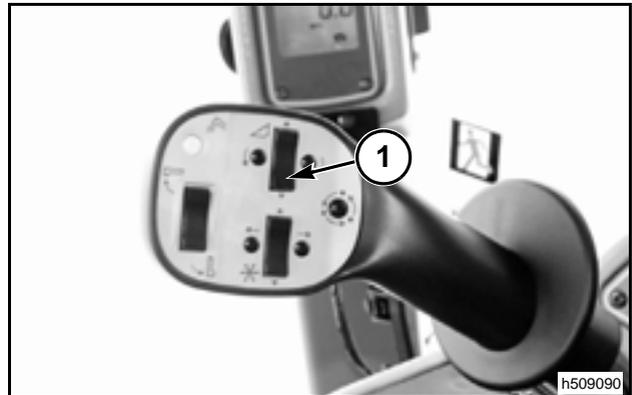

FIG. 101
FIG. 101: Apretar la perilla (1) de la tecla de altura del cabezal y libere enseguida. Con eso el módulo de control automático activa y pase a aceptar las señales de los sensores del cabezal.